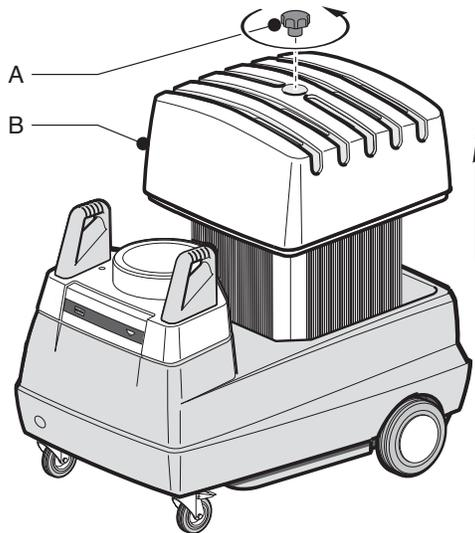

Fig. 16
2. Dévisser l'écrou de pression (Figure 16, Point A) et retirer le couvercle du filtre (Figure 16, Point B).